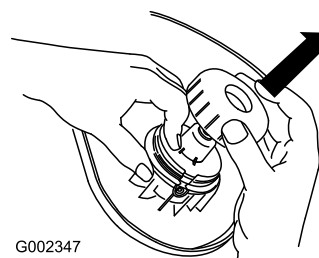

Bild 10
2. Nehmen Sie Kappe und die Spule ab (Bild 10).